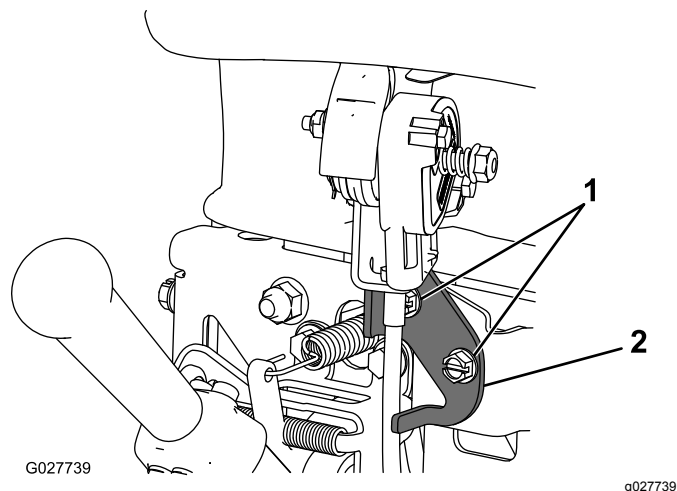

Рисунок 28
2. Ослабьте две крепежные детали рычага дроссельной заслонки (Рисунок 28).